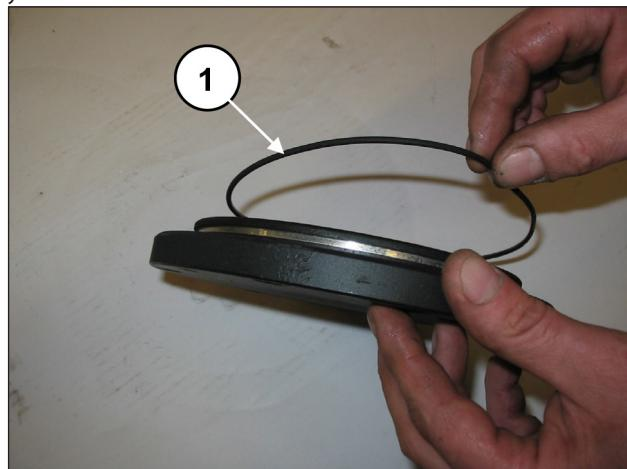
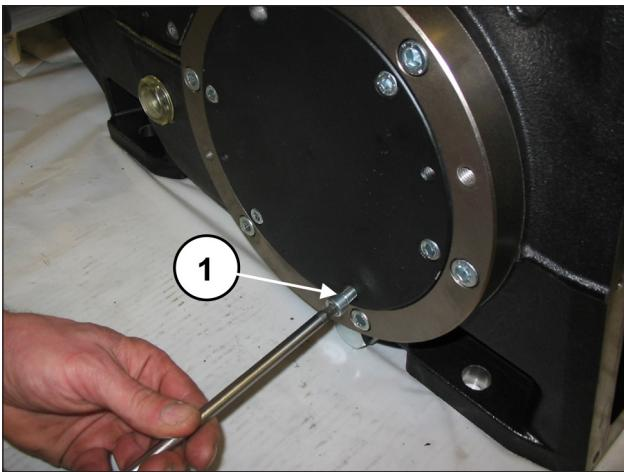

Рис. 89
Рис. 90
Установите крышки подшипника (с соответствующими O-ring) (поз. ①, Рис. 89) с помощью 6+6 винтов M8x20 (поз. ①, Рис. 90).